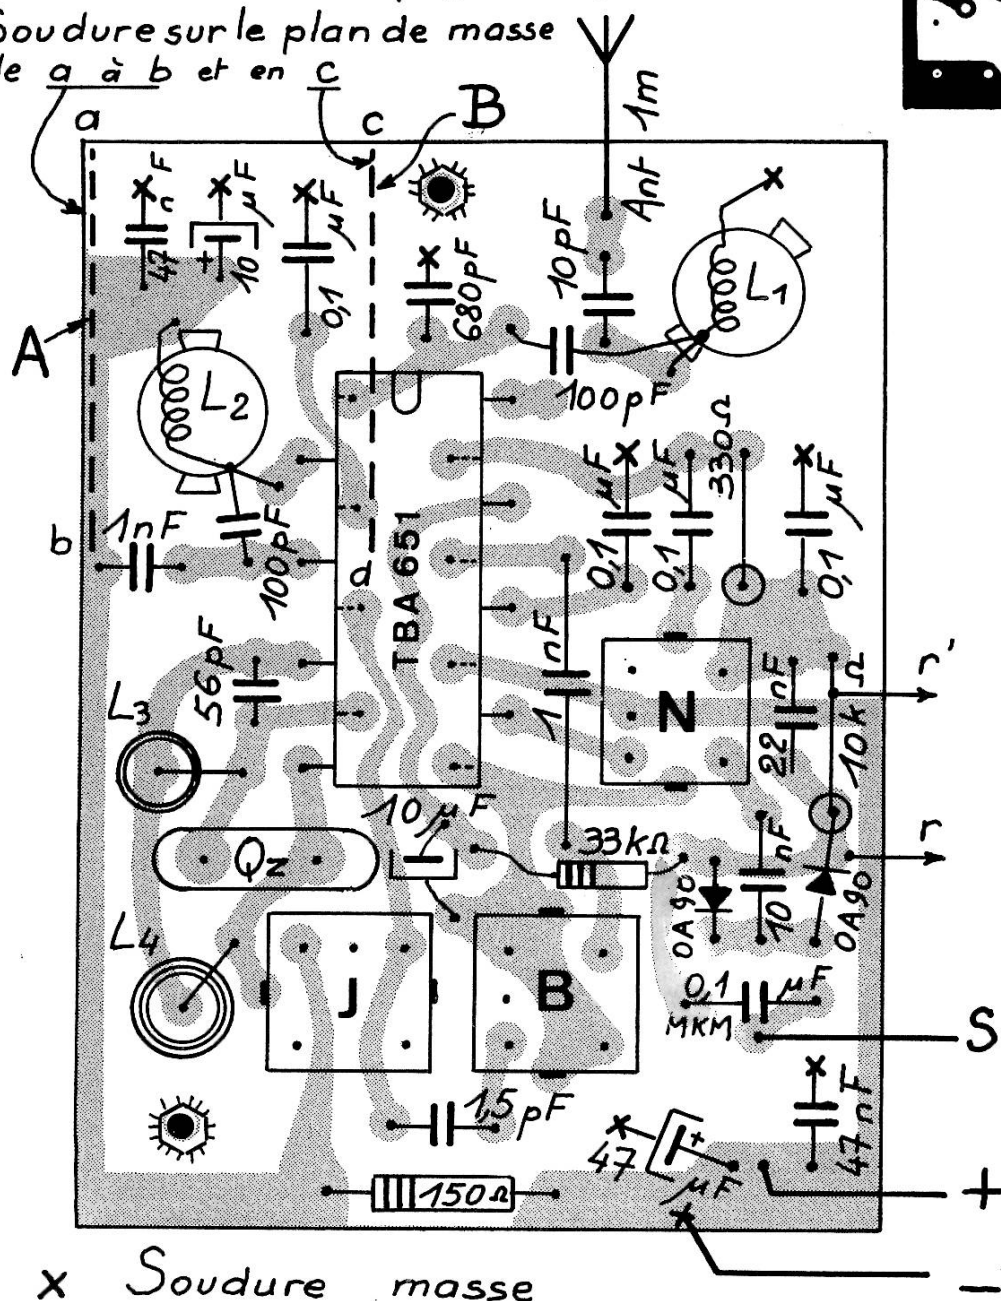

Fig. V-24a. — Pose des composants de RX6.
c) Pose des composants (Voir fig. V-24a)
Fabriquer le blindage de la figure V-24b, en utilisant du laiton de 2/10. (Voir dans les articles de modélisme.) Le souder autour de L₂ selon la figure V-24a.